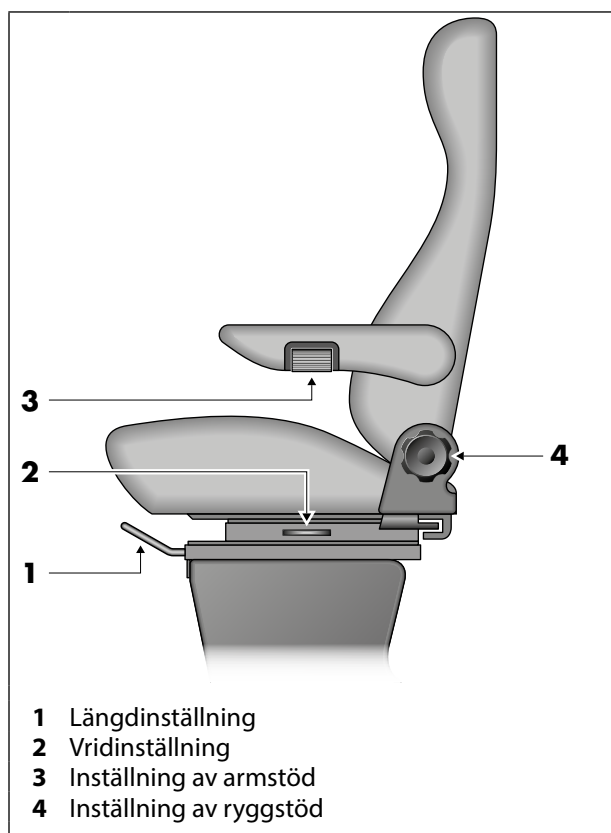

Fig. 1 Manöverelement på framstolen
1. Dra upp låsspaken (Fig. 1, pos. 1) och håll kvar den där.
1. Dra i låsspaken (Fig. 1, pos. 2) och håll kvar den.
1. Vrid vredet (Fig. 1, pos. 4) framåt eller bakåt för att ändra ryggstödet lutning.
2. Önskad lutning ställs in med den räfflade rullen (Fig. 1, pos. 3).